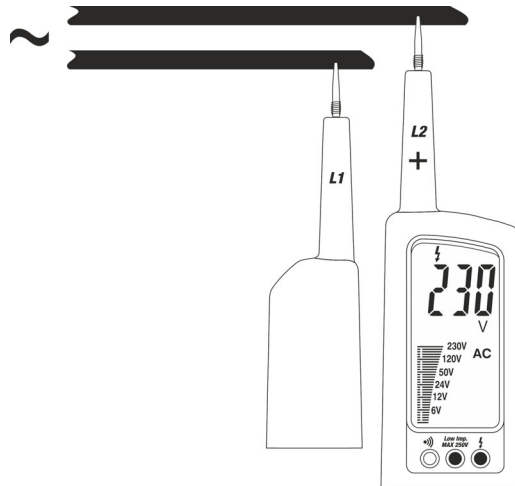

Abb. 4: AC-Spannungsmessung mit Lastzuschaltung
2. Verbinden Sie die Prüfspitzen **L1** und **L2** mit dem zu messenden Objekt (siehe Abb.4)